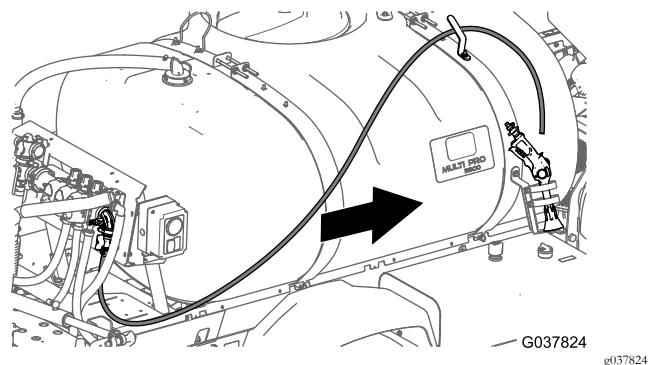

Рисунок 95
4. Проложите шланг подачи вперед, вдоль бака опрыскивателя, в направлении кронштейна распылительного пистолета и закрепите шланг на раме бака с помощью трех кабельных стяжек (Рисунок 95).